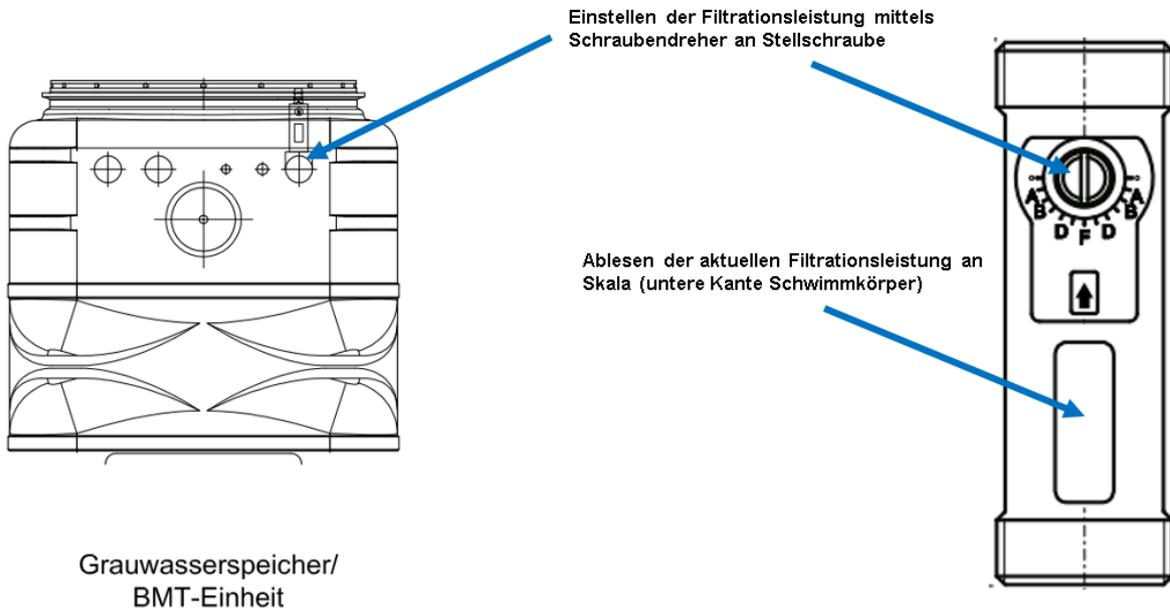

Abbildung 25: Einstellen der Filtrationsleistung am Tacosetter
- I. Manuelles Wechseln in den Automatik-Betrieb (Anlagenhauptmodus Automatic) durch Drücken der Funktionstaste (A) an der Steuereinheit (Vgl. separate Anleitung „Bedienungsanleitung GWM-Steuereinheit“).
- III. Überprüfen der eingestellten Filtrationsleistung am Tacosetter jeder einzelnen BMT-Einheit gemäß dem vorgegebenen maximalen Filtratablauf (Hinweisaufkleber direkt an Tacosetter) beachten. Siehe Abbildung 25.